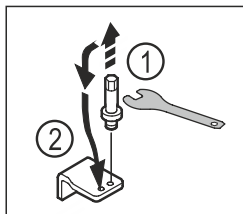

Fig. 14
- ▶ Odšroubujte šroub spodního stojanu ložiska pomocí imbusového klíče SW5. Fig. 14 (1)
- ▶ Zasuňte čep na opačné straně. Fig. 14 (2)